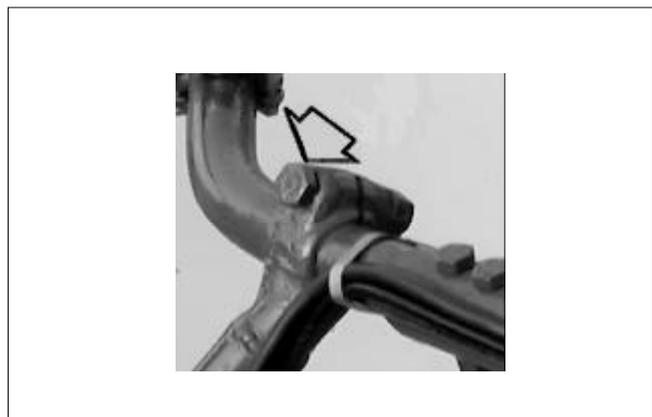

Fig.33
1. Spannschrauben lockern (Abb. 33).